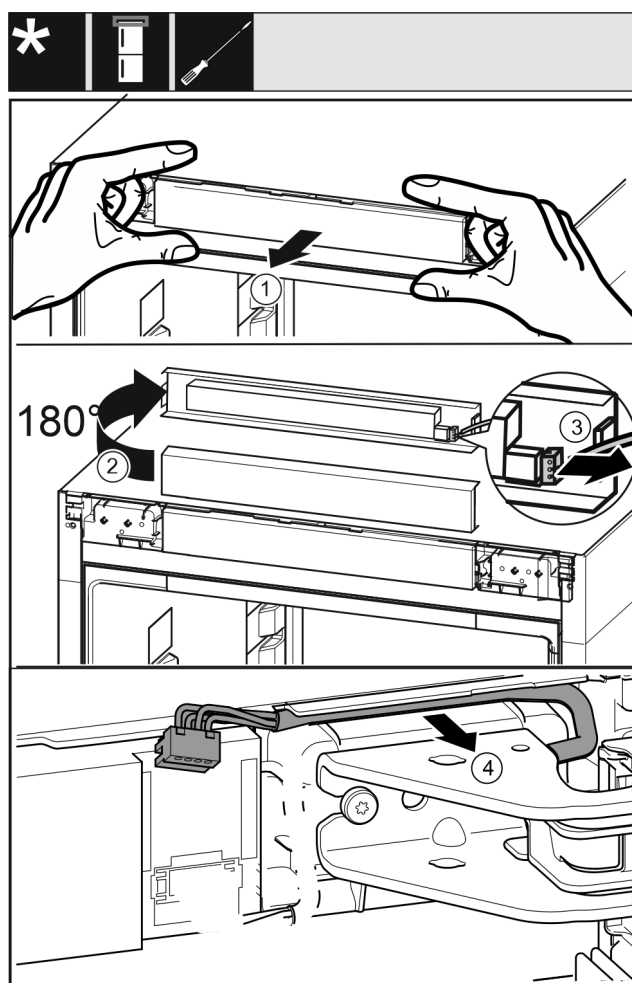

Fig. 9
- ▶ Poluzować ostrożnie zaślepkę panelu obsługowego urządzenia do przodu. Fig. 9 (1)
- ▶ Obrócić zaślepkę panelu obsługowego do góry o 180°. Fig. 9 (2)
- ▶ Docisnąć zacpek do tyłu i wyciągnąć ostrożnie wtyczkę. Fig. 9 (3)
- ▶ Ostrożnie wyjąć kabel znajdujący się nad płytką zawiasu. Fig. 9 (4)